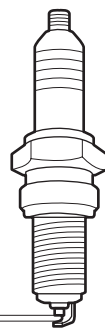

Fig. 28
- > Ouvrez le boîtier du filtre à air [5] (Fig. 28).
- > Mesurez l'écart entre les électrodes de la bougie. Il doit être compris entre 0,6 et 0,7 mm (Fig. 28).